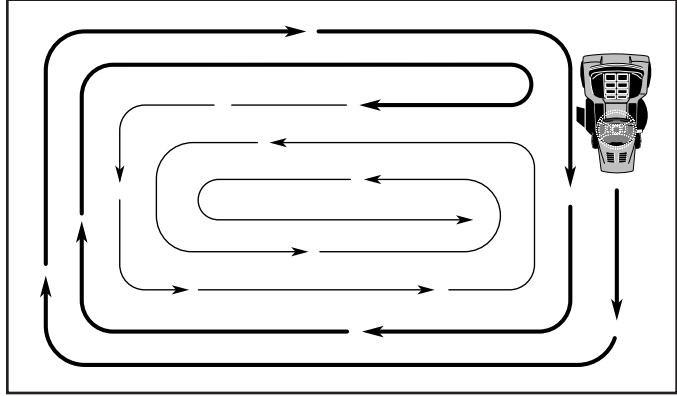

Fig. 13
- Al segar las áreas grandes, empiece girando a la derecha de modo que los recortes se descarguen, alejándose de los arbustos, cercos, entradas de automóviles, etc. Después de una o dos vueltas, siga en la dirección opuesta, haciendo virajes a la izquierda, hasta que termine (Vea Fig. 13).